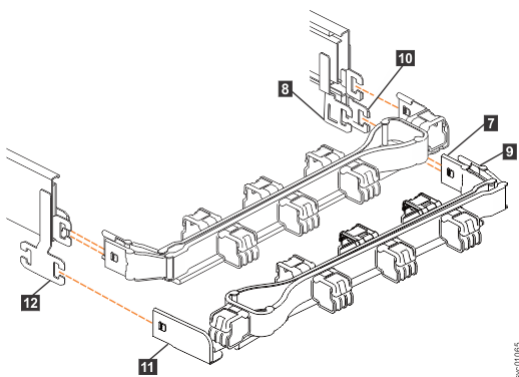

图 77. 比较 CMA 组合件的组件位置
注: 连接下部 CMA 组合件的过程与连接上部 CMA 组合件的过程相同。但是, 连接器位置颠倒。为便于比较, 第 61 页的图 77 显示了与支撑导轨对齐的上部和下部 CMA 组合件。上部 CMA 的支撑导轨连接器连接到右侧导轨上。下部 CMA 的支撑导轨连接器 (11) 连接到左侧导轨上。
5. 将下部 CMA 组合件的内部连接器 (7) 安装到右侧支撑导轨的内部构件 (8) 上, 如第 61 页的图 77 中所示。
6. 将下部 CMA 组合件的外部连接器 (9) 安装到右侧支撑导轨的外部构件 (10) 上, 如第 61 页的图 77 中所示。
7. 将下部 CMA 组合件上的支撑导轨连接器 (11) 连接到左侧支撑导轨上的连接器 (12) 上, 如第 61 页的图 77 中所示。